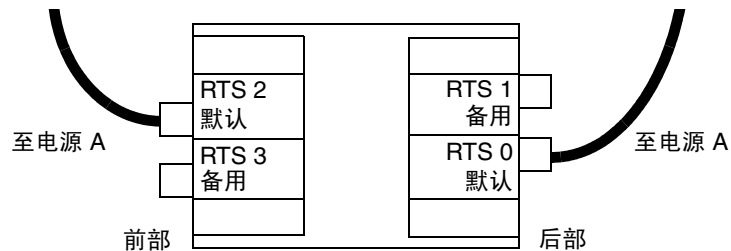

图 2-9 一个交流电源
- 在具有一个交流电源的配置中，需要连接两根电源线，一根连接至系统前部（左侧），另一根连接至系统后部（左侧）（图 2-9）。备用 RTS 装置连接的插座所用的电源不得与默认 RTS 装置所用的电源相同，因为这会大大降低系统的可靠性。